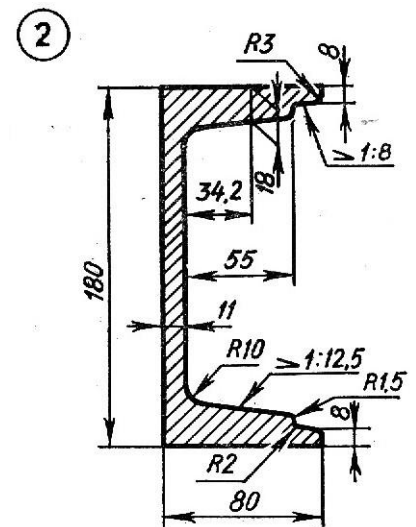

Рис.2
- 10 Какие инструменты не используются при создании оптимального эскиза в Solid Edge, показанного на рис.2: